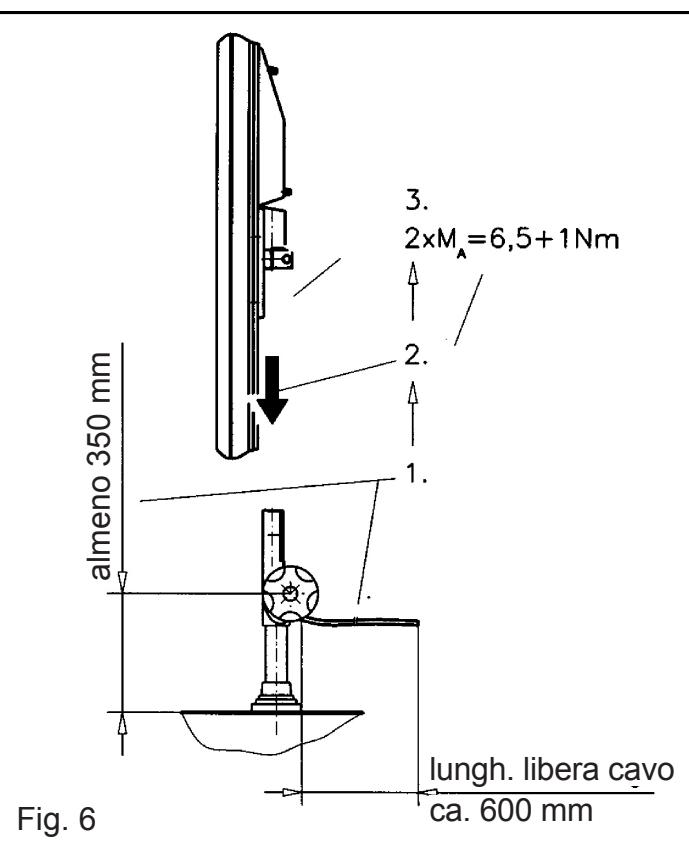

Fig. 6
Fissaggio dell'antenna (fig. 6)
1. Preparare la testa articolata del traliccio come illustrato in fig. 6